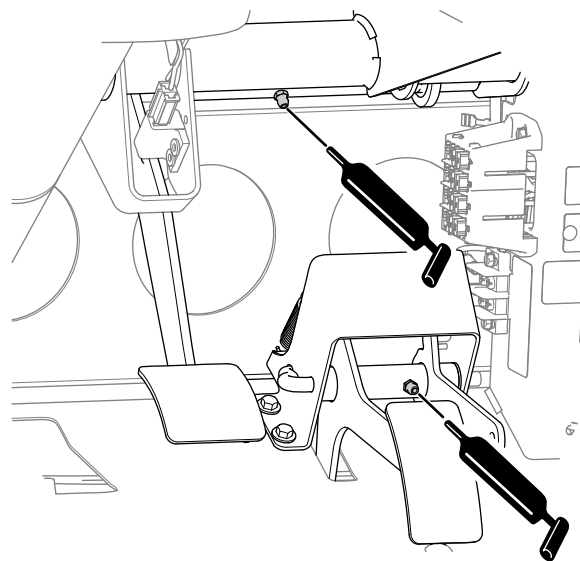

図 48
- ブレーキ (1ヶ所); 図 48を参照
- スロットル (1ヶ所); 図 48を参照